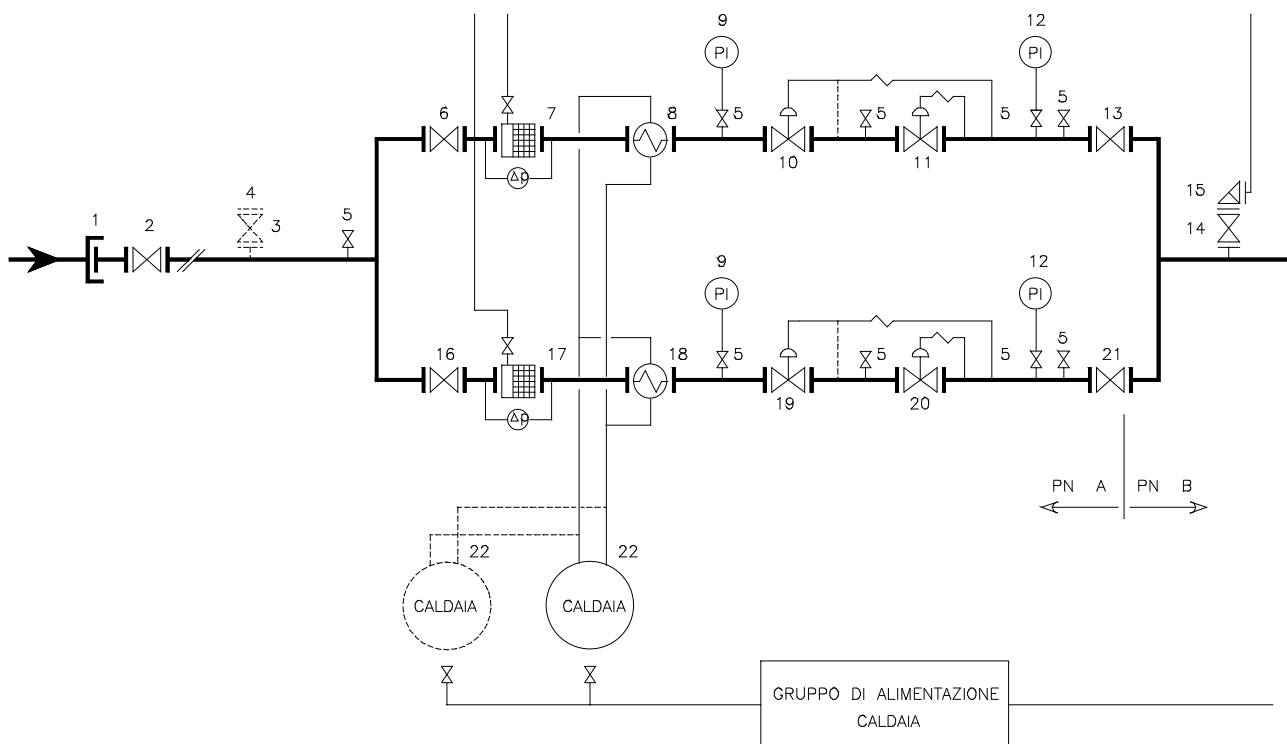

Fig. 2 IMPIANTO DI REGOLAZIONE - NON FERMABILE tipo A, p monte pre. > 12 BAR
A monte del nodo 1, punto di connessione della rete di distribuzione del gas naturale al metanodotto di alimentazione, è previsto un impianto di regolazione con riduzione della pressione da 51 bar alla pressione di esercizio della rete di media pressione (compresa tra 5 e 12 bar relativi) per laminazione isoentalpica. Dopo la laminazione si ha l'impianto di fig. 2 che si connette al nodo 1 della rete.
- d) i diametri nominali dei rami della rete da selezionare nell'ambito dei diametri DN ammissibili (tab. A1) considerando una velocità del fluido nella tubazione compatibile con la norma UNI CIG 9165 e sapendo che la massima pressione differenziale disponibile tra i nodo (1) è l'utenza più sfavorita è pari a 12 bar, la minima 6 bar;
- k) discutere il funzionamento dell'impianto di fig. 2
- l) indicare dei criteri di progetto per gli scambiatori di calore dell'impianto di fig. 2.